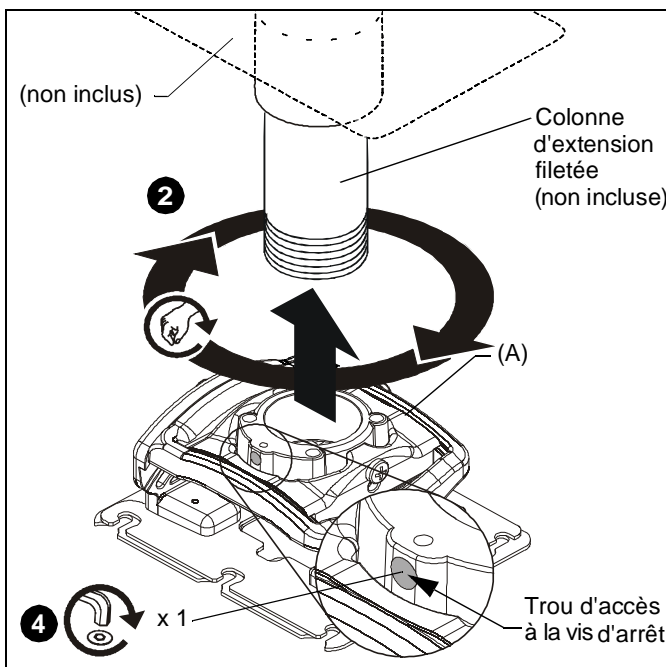

Figure 4
4. Fixez le RPME au tuyau en tournant la vis d'arrêt avec une clé hexagonale de 5/32" jusqu'à ce qu'elle soit bien serrée. (Voir la Figure 4)